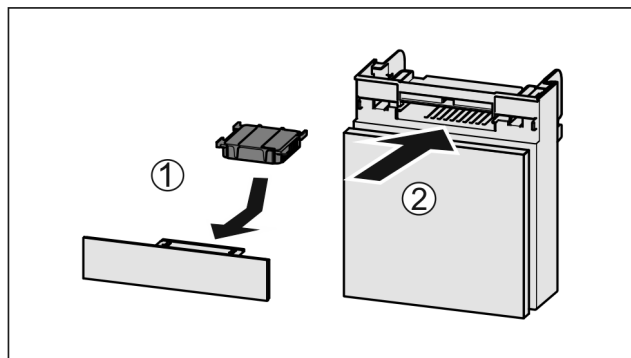

Fig. 83
- ▶ Поставете Fig. 83 (1) филтъра с активен въглен, както е показано на фигурата.
- ▶ Вкарайте Fig. 83 (2) отделениято.